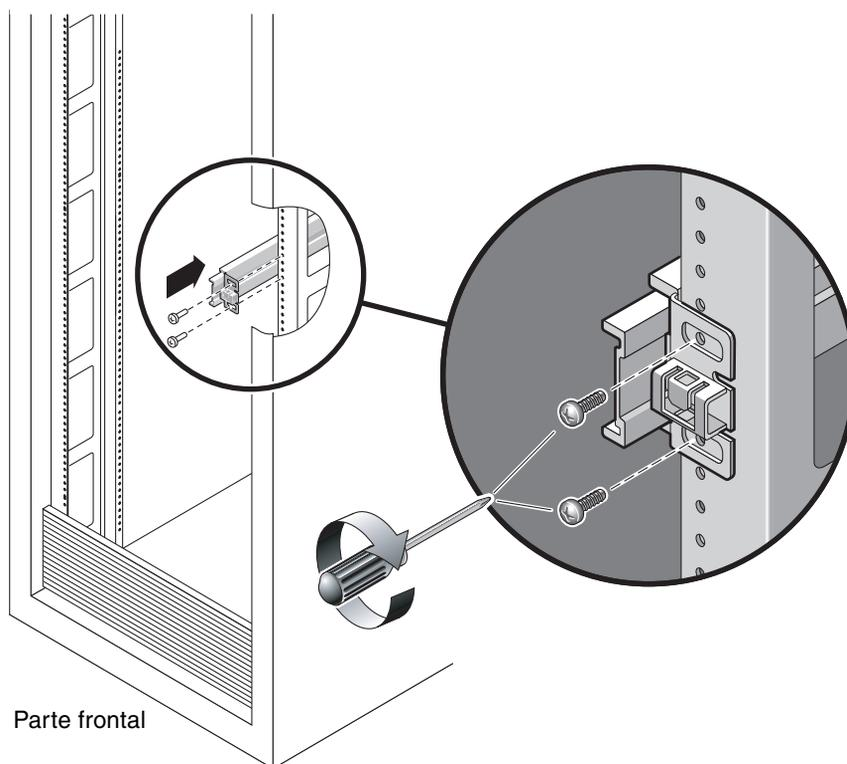

FIGURA 2-6 Montaje de la guía telescópica
5. **Instale una de las guías telescópicas en el poste frontal derecho del bastidor (FIGURA 2-6).**